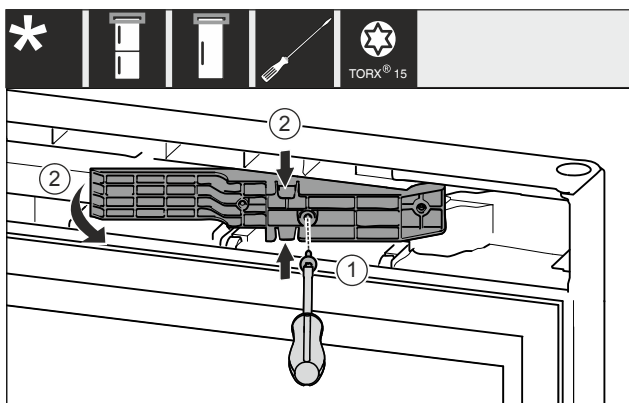

Fig. 12\*
- ▶ Schrauben mit Schraubendreher T15 lösen. Fig. 12 (1)\*
- ▶ Adapterstück herausziehen. Fig. 12 (2)\*